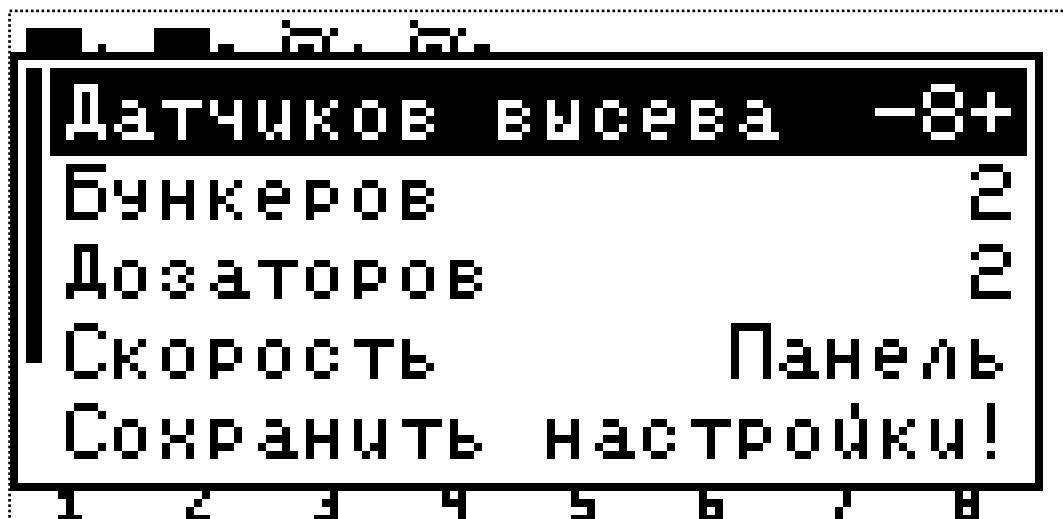
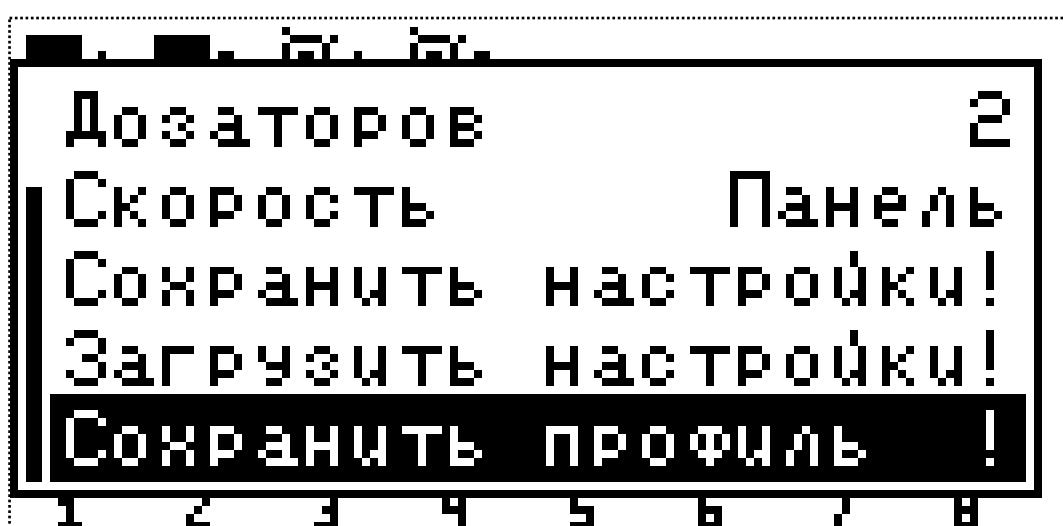

Рисунок 17 Профиль
Рисунок 18 Профиль (продолжение)
9.4.1. Профиль – вызывает вложенное меню, позволяющее настроить состав и количество датчиков системы контроля высеива. Вложенное меню содержит семь параметров, см. «Рисунок 17», «Рисунок 18»: